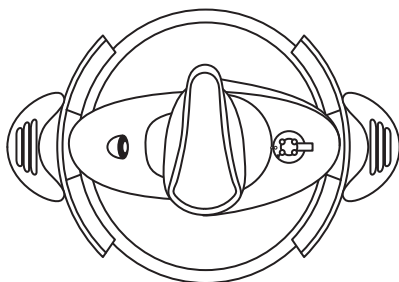

Fig. 10
- Dejar enfriar. Cuando el tiempo de calentamiento se ha terminado, apague el fuego y déjela reposar durante un tiempo mientras la presión disminuye. Cuando el indicador cae, la cocción ha terminado. Gire la perilla a la posición como se muestra en la fig. 10, luego quite la tapa.